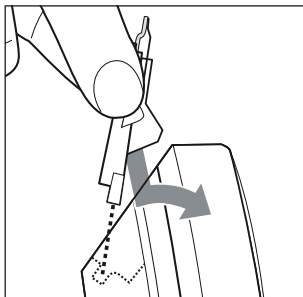

Fig. 10
- 2) Con la spazzola per la pulizia ❹ (compresa nel materiale in dotazione), rimuovere i resti di peli o capelli dalla testina di taglio ❶.
- 3) Pulire la testina di taglio ❶ sotto l'acqua corrente. Non usare altri liquidi per la pulizia.
- 4) Fare asciugare la testina di taglio ❶.
- 5) Applicare poche gocce dell'olio per lame ❿ fornito sulla lama della testina di taglio ❶ e distribuirlo uniformemente. Rimuovere l'eventuale olio in eccesso con un panno umido.
- 6) Infilare la sporgenza della testina di taglio **1** sotto il bordo posteriore dell'alloggiamento. Premere la testina di taglio **1** verso il basso nel supporto della sporgenza e poi in avanti, finché non s'innesta udibilmente nell'apparecchio (vedere fig. 10).